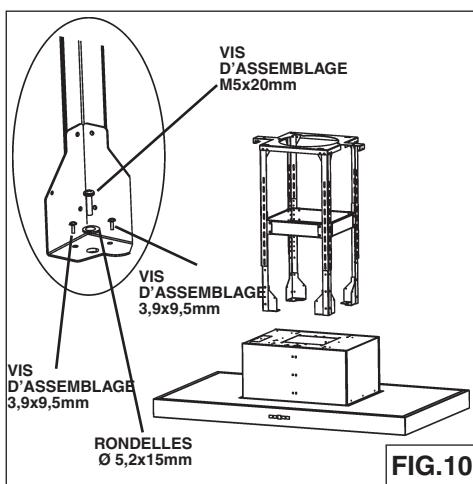

FIG.10
- Réglez la hauteur totale de la structure de support. Désserrez et resserrez les 4 vis dans les fissures permettant de régler la hauteur selon ce qui est nécessaire. Installez 8 vis (3,9x9,5mm), 4 vis (M5x20mm) et 4 rondelles (D.5,2x15mm) qui se trouvent à l'intérieur du sachet accessoires (Fig. 10).